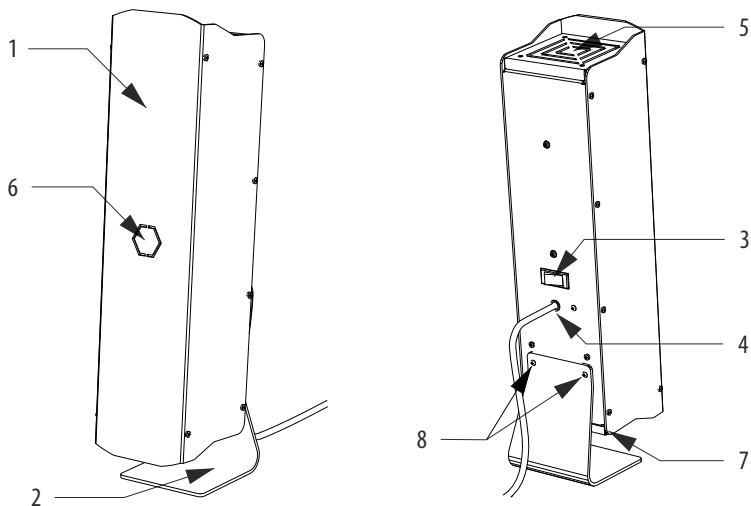

Рисунок 1. Общая конструкция очистителя воздуха ОВУ-01.
- 5.1. ОВУ-01 представляет собой переносной прибор (см. рис. 1), состоящий из корпуса (1) и подставки (2). На корпусе расположены: рокерный выключатель (3), разъем для подключения шнура питания (4), вентилятор (5), индикатор работы (6), воздушный фильтр (7). Вентилятор и воздушный фильтр закрыты защитными решетками. Подставка крепится к корпусу двумя винтами (8).